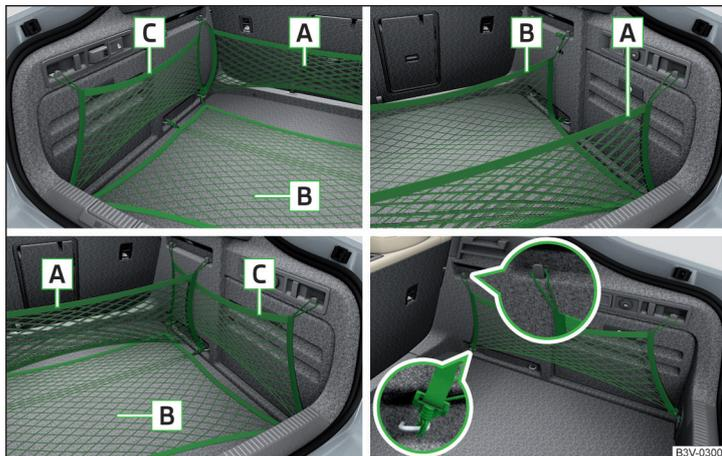

Abb. 135 Befestigungsbeispiele für Netze / Längstaschenbefestigung
**Befestigungsbeispiele für Netze** » Abb. 135